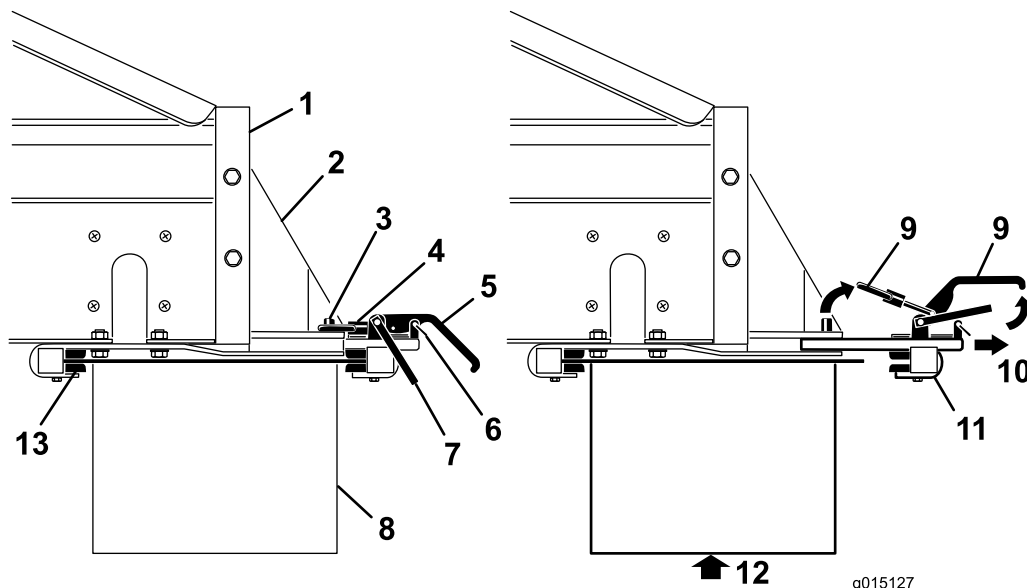

Figura 48
- Retire los seguros de los cierres de seguridad de las palancas de apriete (Figura 48).
- Levante el cierre de seguridad, luego levante las palancas de apriete del accesorio y libere los anillos de bloqueo de los pasadores de bloqueo (Figura 48).
- Deslice la abrazadera trasera de acoplamiento del accesorio hacia fuera para liberarla de las ranuras de acoplamiento rápido (Figura 48).
6. Con la ayuda de otra persona, introduzca el borde delantero de la cinta transportadora transversal/kit de giro entre las mordazas delanteras de los soportes, subiéndolo desde debajo de la parte trasera del (Figura 48).
7. Apoyando la cinta transportador transversal/kit de giro, vuelva a colocar la mordaza trasera de acoplamiento del accesorio en las ranuras de los soportes, y sobre el borde trasero (Figura 48).
9. Instale los seguros de los cierres de seguridad en las palancas (Figura 48).